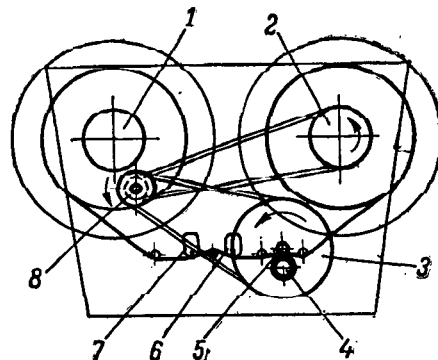

Рис. 13. Кинематическая схема лентопротяжного механизма.
**Лентопротяжный механизм.** Кинематическая схема его приведена на рис. 13. Механизм приводится в движение синхронным электродвигателем ДВС-У1. Управление производится клавишным переключателем, связанным с механизмом тягами и рычагами управления.